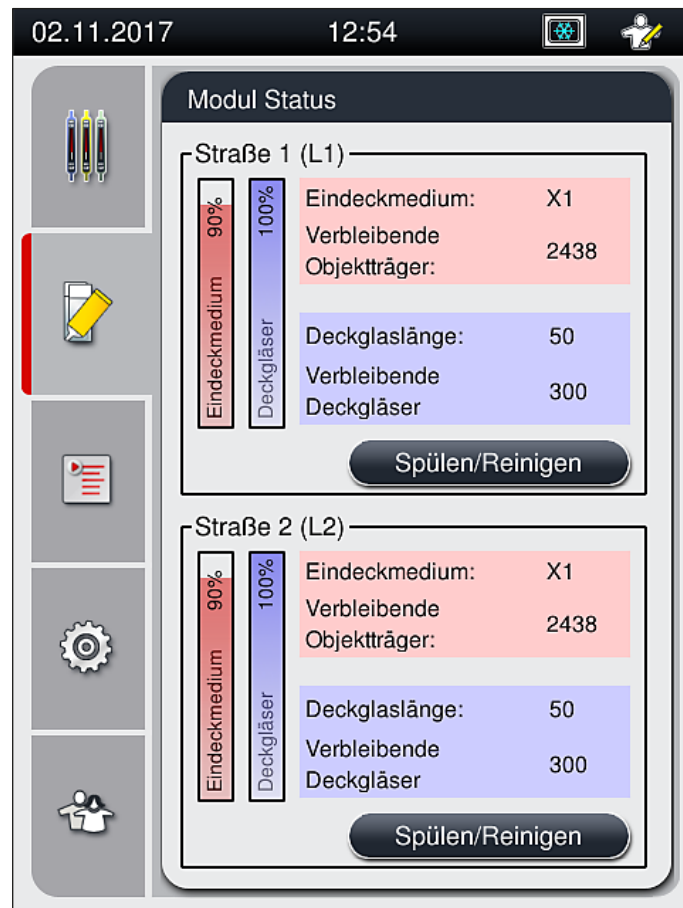

Abb. 53
10. Die neu eingesetzte Eindeckmediumflasche wird von der Gerätesoftware erkannt und der **Modul Status** (→ Abb. 53) aktualisiert.